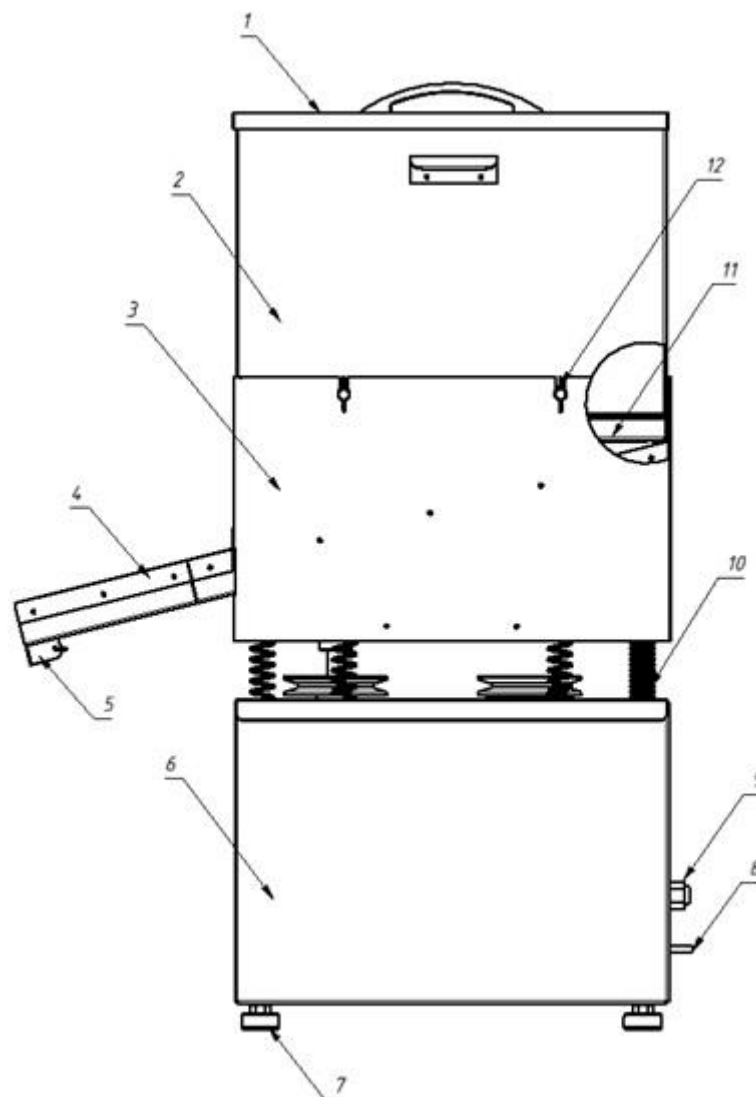

Рисунок 2 – Устройство мукопросеивателя ПМ/1
6.2. Принцип действия мукопросеивателя: мука высыпается на вибрирующее в различных направлениях сито (11, рис. 2), где происходит ее очищение, и попадает в приемный бункер на наклонную плоскость. Далее мука высыпается в технологическую тару для дальнейшего использования.
6.3. Установка снабжена устройством магнитного сепарирования (5, рис. 2),
8.2. Перед началом работы поставьте под лоток приемного бункера емкость необходимого объема для сбора просеянной муки. Проверьте наличие на лотке устройства магнитной сепарации (5, рис. 2). **ВНИМАНИЕ!** Эксплуатация установки без данного устройства категорически запрещена!
8.7. При эксплуатации установки периодически проверяйте исправность пружин (10, рис. 2). Выход из строя даже одной пружины может привести к изменению характера колебаний загрузочного бункера и сита, что отразится на производительности мукопросеивателя.